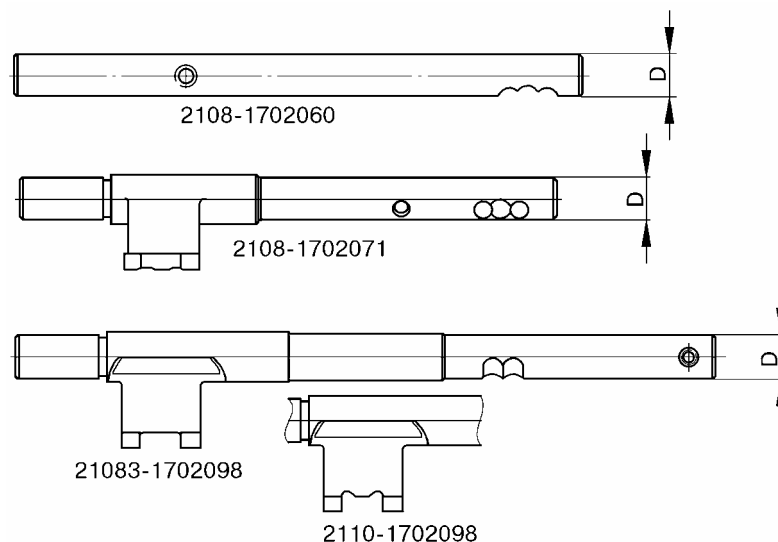

Рис.17. Шток вилки переключения передач.
4.2.17 Шток 2108-1702060, 2108-1702071, 21083-1702098, 2110-1702098 вилки переключения передач, рис.17.